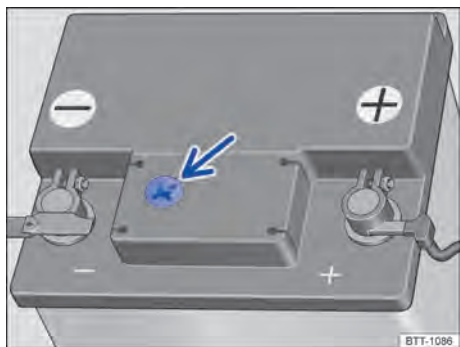

Fig. 263 Visor no lado superior da bateria do veículo 12 V (representação esquemática).
- Providenciar iluminação suficiente para poder identificar o indicador colorido no visor redondo no lado superior da bateria do veículo 12 V → Fig. 263 (seta). Jamais utilizar chamas expostas ou objetos incandescentes como iluminação.